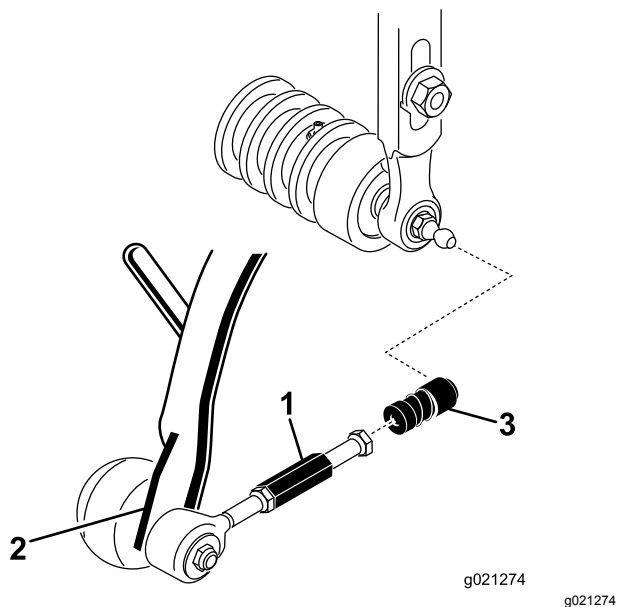

Рисунок 10
3. Наденьте втулку на приемную часть каждого шарнирного соединения и зацепите приемную часть за шаровой палец режущего блока (Рисунок 10).